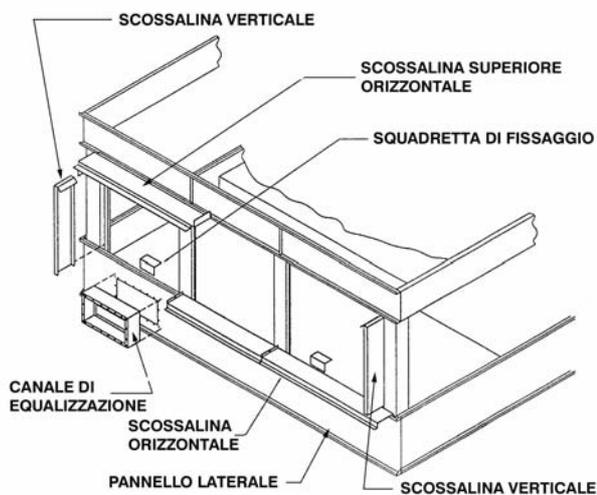

Figura 8 – Scossalina orizzontale e scossalina verticale su unità larghe 4.9, 5.3 e 7.3 metri
10. Assemblare le scossaline una contro l'altra, inserendo una vite autofilettante da 6 mm. attraverso il foro più largo nella parte finale di accoppiamento con il foro più piccolo. Per le unità in acciaio inossidabile si utilizzeranno viti da 6 mm., dadi e rondelle inox (vedi Figura 8).
11. Posizionare la scossalina verticale nella piega del supporto e fissarla con viti autofilettanti da 6 mm. Sulle unità in acciaio inossidabile, la scossalina verticale deve essere fissata con viti da 8 mm. e dadi in acciaio inox (vedi Figura 8).